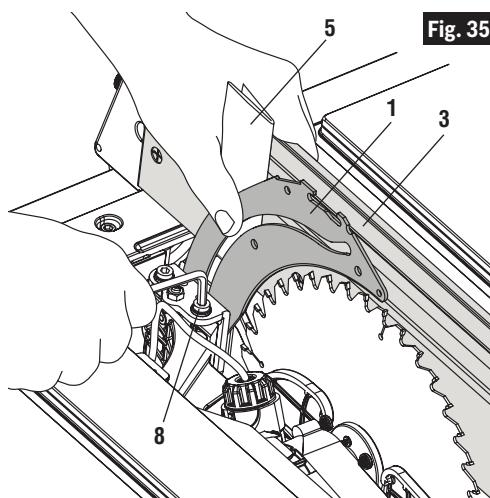

Fig. 35
5. Repita el paso 4 con el tope-guía para cortar al hilo **3** a la derecha de la hoja y realice una comprobación con el calibre espaciador de papel **5** (Fig. 35).
6. Coloque el calibre espaciador de papel **5** entre la cuchilla separadora **1** y el tope-guía para cortar al hilo **3** (Fig. 35). Sujete o fije con abrazaderas la cuchilla separadora y el papel firmemente contra el tope-guía (Fig. 35).